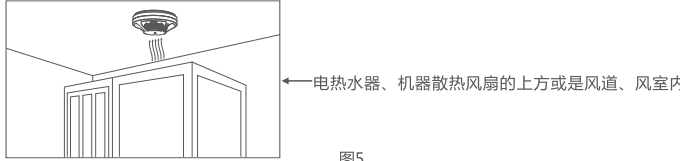

图5
- 避免把报警器安装在电热水器、机器散热风扇的上方或是装在风道、风室内。这些场所容易产生粉颗粒和冷凝水雾，容易导致报警器误报，如图5所示。